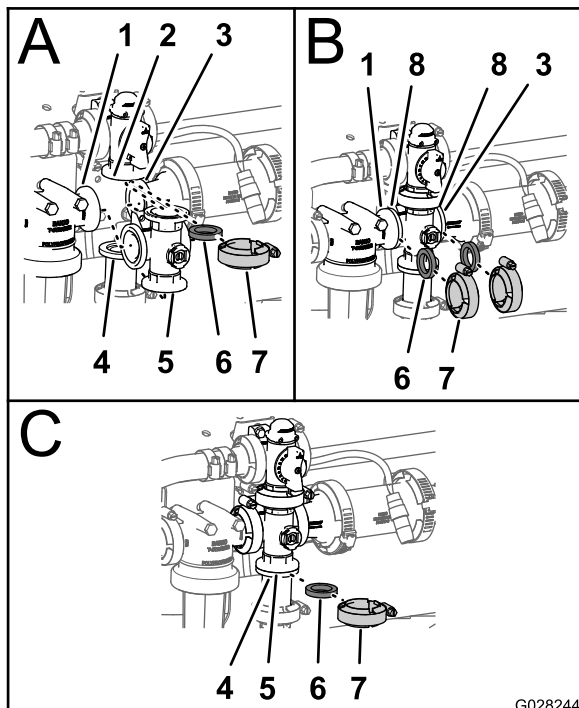

図 121
1. 攪拌バイパスバルブのフランジ、ガスケット1枚、攪拌バルブマニホールドのエンドキャップフィッティングのフランジを整列させる 図 121。
2. 攪拌バイパスバルブ、ガスケット、攪拌バルブマニホールドを組み立てて、クランプを手締めする 図 121。
3. 圧力フィルタヘッドのフランジと攪拌バルブマニホールドのフランジの間にあるガスケットを整列させる 図 121。
4. 圧力フィルタヘッド、ガスケット、攪拌バルブマニホールドを組み立てて、クランプを手締めする 図 121。
5. 攪拌バルブマニホールドのフランジと縮径カップリングのフランジの間にあるガスケットを整列させる 図 121。
6. 攪拌バルブマニホールド、ガスケット、リデュースカップリングを組み立ててクランプを手締めする 図 121。
7. 攪拌バルブマニホールドのフランジとアダプタフィッティングのフランジとの間にガスケットを整列させる 図 121。
8. 攪拌バルブマニホールド、ガスケット、アダプタフィッティングを組み立ててクランプを手締めする 図 121。